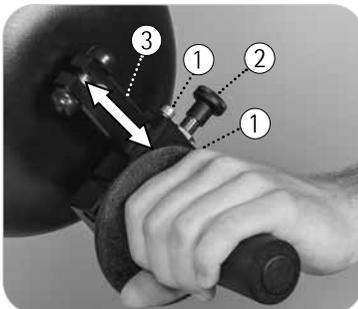

Abb. 6.11
siehe Abb. 6.11 Um den Pedalradius zu verändern, lösen Sie mit dem mitgelieferten Innensechskantschlüssel SW 4 die beiden Innensechskantschrauben ①.